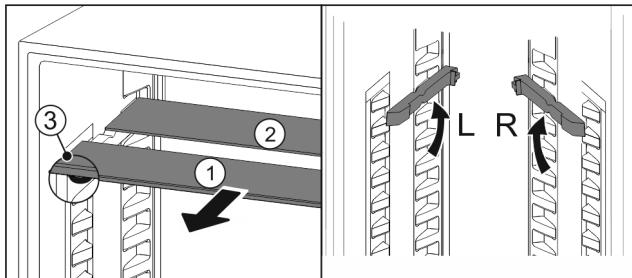

Fig. 23
- По одной извлеките Fig. 23 (1) стеклянные панели движением вперед.
- Стеклянная панель Fig. 23 (1) с декоративной планкой лежит спереди.
- Стопоры Fig. 23 (3) показывают вниз.